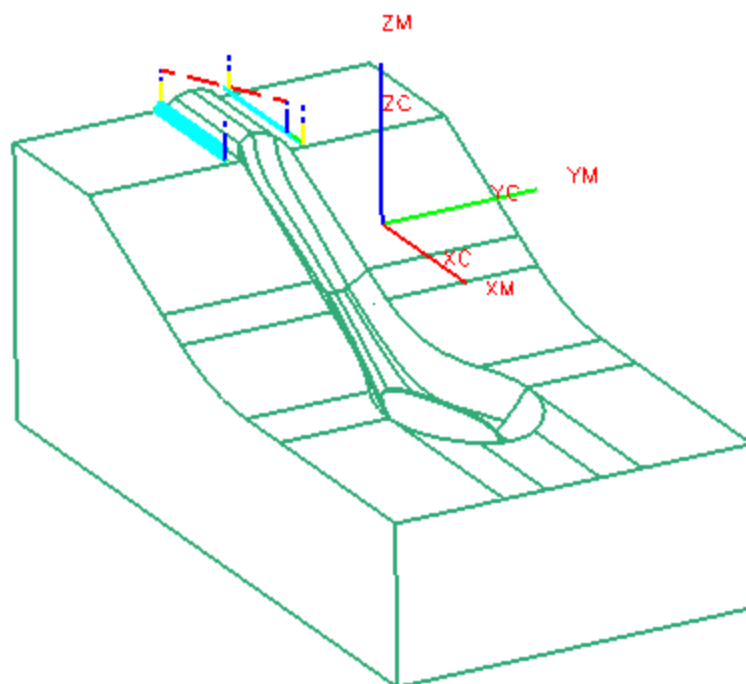

图 9-164
- 单击 , 生成如图 9-164 所示的刀轨, 单击 OK。